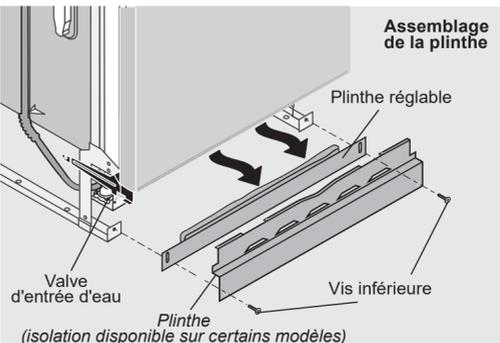

Figure 1
- Retirez les deux (2) vis à l'avant de la plinthe de protection à l'aide d'un tournevis Phillips n° 2.
- Inclinez et tirez vers l'avant pour les retirer. Voir Figure 1.